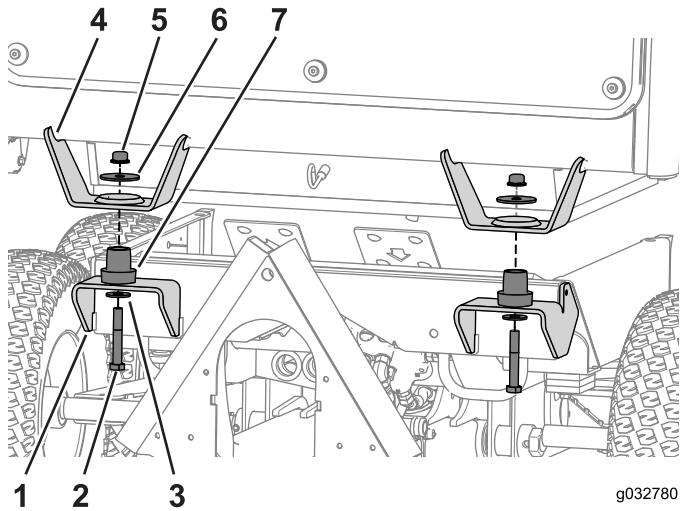

Figura 65
2. Baje la cabina hasta la máquina, alineando los 2 orificios de los pernos con los soportes delanteros (Figura 65).
3. Instale un amortiguador de goma en cada uno de los puntos de montaje (Figura 65).
4. Utilice el perno (1/2" x 3 1/4"), la arandela grande y la tuerca con arandela prensada para montar la cabina en la máquina (Figura 65).